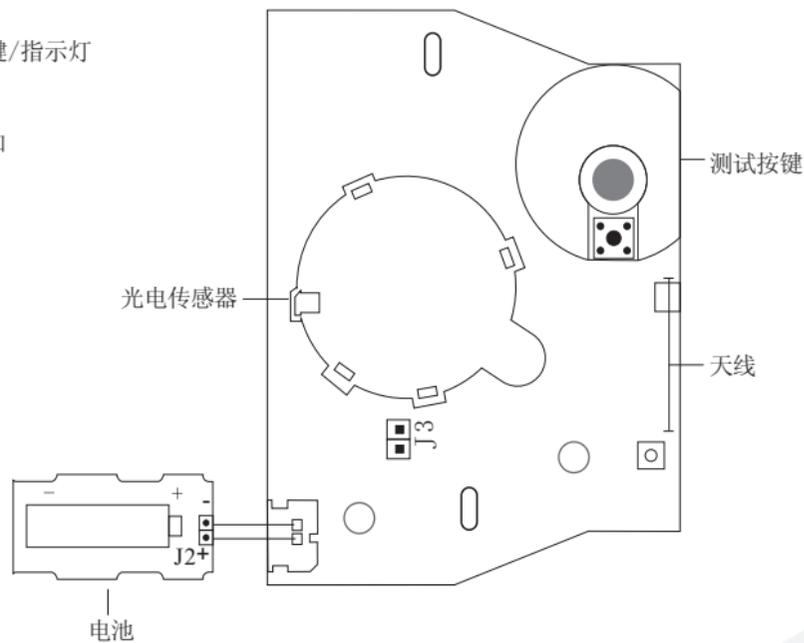

图.1 SED-503CMW 主板
• 如图1所示用3VDC电池装在电池板上，然后将红黑电池排线插在主板上，注意电池极性装反会损坏探测器。